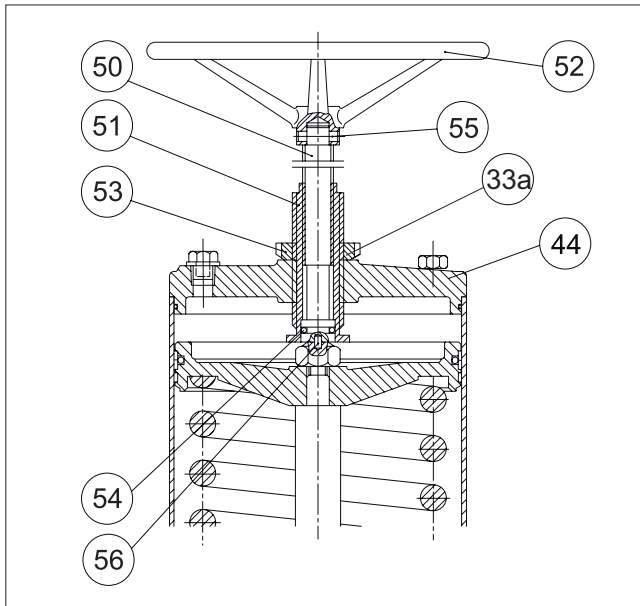

Fig. 22 B1JR-manöverdon
B1JR-manöverdonet är i övrigt som B1J förutom att det kan manövreras manuellt så att kolven förs till det nedre läget mot fjädern om det inte finns någon lufttillsförsel. B1J-manöverdonet kan byggas om till B1JR genom att cylinderändan (44) byts ut och delar (50 till 56) läggs till, se fig. 22
Det sker en viss luftavgång genom spindelgången när spindeln (50) med O-ringen (54) är placerad inuti cylindern. Detta är alltså när ventilen har manövrerats manuellt till öppet läge under tryckluftsförlust och lufttrycket sedan återställs. För att stoppa läckaget, manövrera den manuella åsidosättningen till stängt läge. Se fig. 22
Om luft tränger ut mellan spindeln (50) och spindelmuttern (51), kontrollera O-ringen (54) och byt ut den vid behov. Kontrollera även skicket på den cylindriska rullen (56). Se fig. 22. Övrigt underhåll i enlighet med beskrivningen för B1J-manöverdonet i avsnitt 4.2.
Reservdelslista för fig. 22: